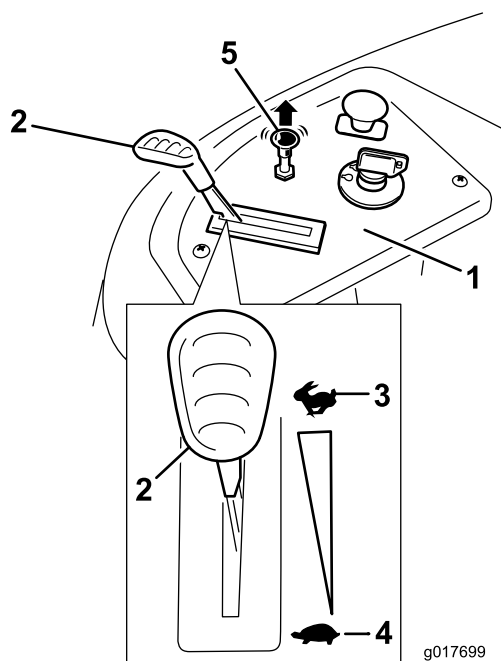

Figure 13
4. Tirez la commande de starter pour démarrer un moteur à froid (Figure 13).
2. Placez la commande d'accélérateur à la position haut régime (Figure 13).